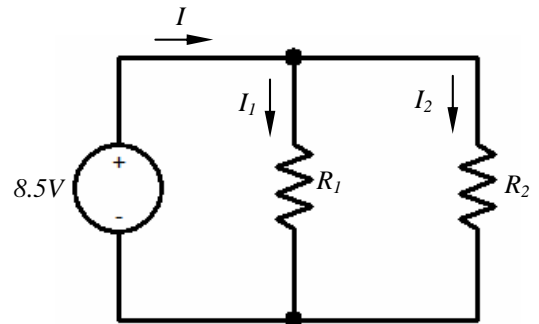

Fig. 1.5
b) Finalmente, monte o circuito paralelo da fig. 1.5 com $R_1 = 680\Omega$ e $R_2 = 1k\Omega$.